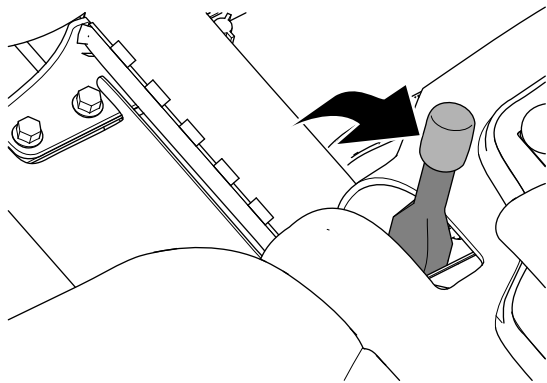

Рисунок 33
- Включите стояночный тормоз (Рисунок 33).